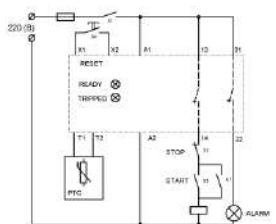

Рисунок 1. Подключение PTC к реле
- При специальном исполнении (по заказу) на моторе могут устанавливаться термодатчики защиты мотора (PTC/KLF). Термодатчики датчики, состоят из полупроводникового PTC, которое резко меняет свое сопротивление при достижении заданной температуры. PTC встраиваются в каждую фазную обмотку мотора и соединяются в последовательную цепь. Контакты выводятся в клеммную коробку и подключаются к соответствующим клеммам реле или прибора управления/защиты. При достижении максимальной температуры мотора, PTC через реле или ПУ отключает мотор (см. рисунок 1, 2).